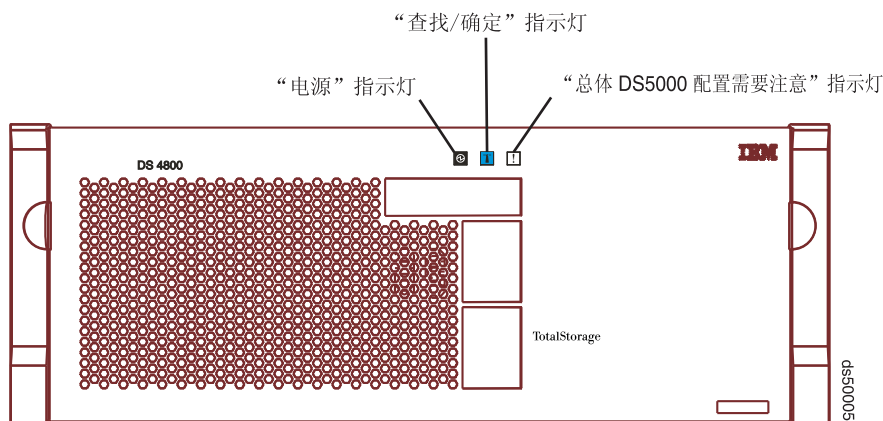

图 128. DS5100 或 DS5300 前挡板上的“总体配置需要注意”指示灯
2. 通过检查存储子系统前挡板上的“总体配置需要注意”指示灯，查找包含故障电源和风扇单元的存储子系统。（第 196 页的图 128 显示了前挡板上“总体配置需要注意”指示灯的位置。）